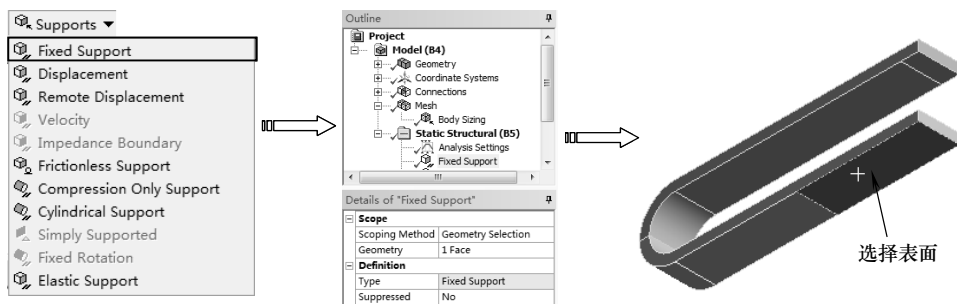

图 8-30 施加固定约束
1) 在【Outline (分析树)】中选择【Static Structural (B5)】节点，单击【Environment】工具栏上的【Supports】|【Fixed Support】命令。单击【图形】工具栏上的选择模式下的【Single Select (单选)】按钮, 然后再单击【Face (选择面)】按钮, 在【Details of “Fixed Support”】列表中单击【Scope】选项下的【Scoping Method】项，接着选择表面，最后单击【Geometry】项中的【Apply】按钮完成，如图 8-30 所示。